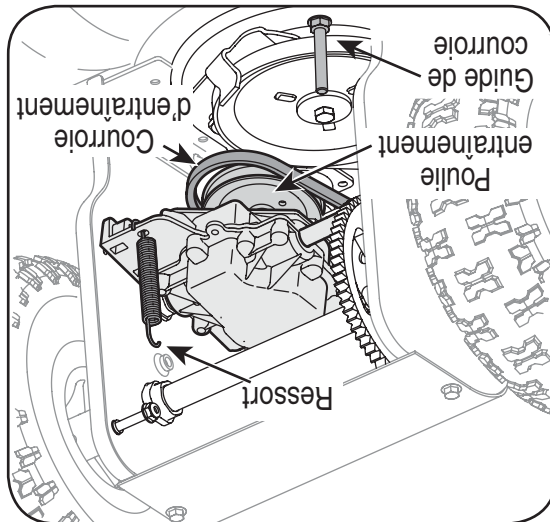

Figure 12
5. Installez la nouvelle courroie de transmission dans la gorge de la poulie motrice. Voir la Figure 12.
2. Dégagez la courroie avant des tarières de la poulie motrice. Voir la Figure 12.